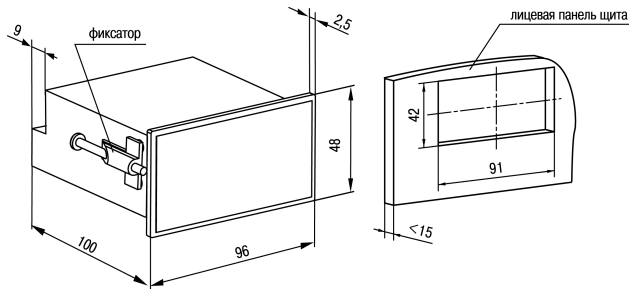

Рисунок 4.2 – Габаритные размеры корпуса Щ2
1. Подготовить на щите управления место для установки прибора (см. рисунок 4.2).